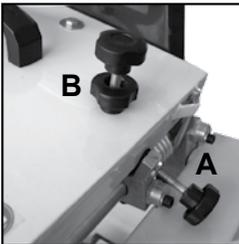

Fig. 1
2. **Fig. 1** Lösen Sie die Sterngriffschraube (A) an der Schneidkopf-Einheit (4) und drücken den Schneidarm ganz nach oben. Arretieren Sie den Schneidarm mit dem Sterngriff (B) an der Schneidkopf-Einheit (4).